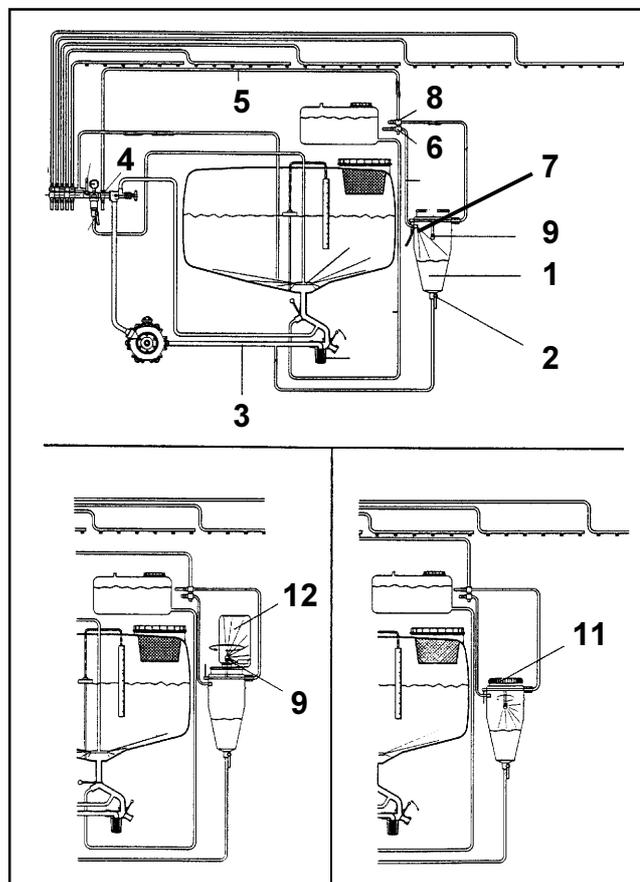

Fig. 10.19
- Ouvrez le robinet une voie (fig. 10.19/ 2) en surveillant l'échelle graduée et incorporez la dose de matière active nécessaire.